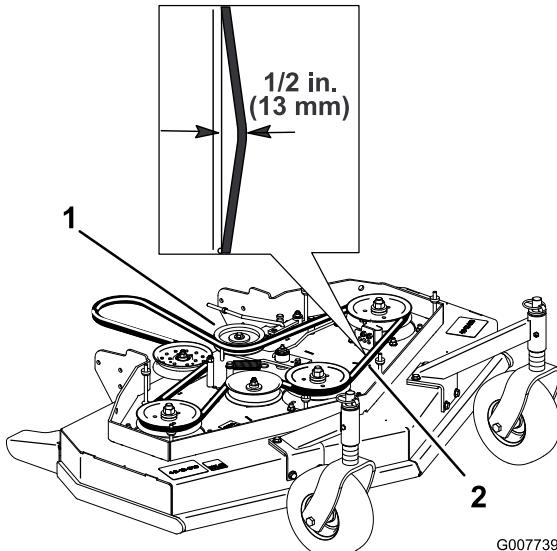

Figura 43
4. Staccate la puleggia tendicinghia e la cinghia consumata (Figura 43).
Nota: La tensione appropriata per la cinghia del tosaerba è 44-67 N con una flessione della cinghia, nel punto intermedio tra le pulegge, di 13 mm (Figura 43).